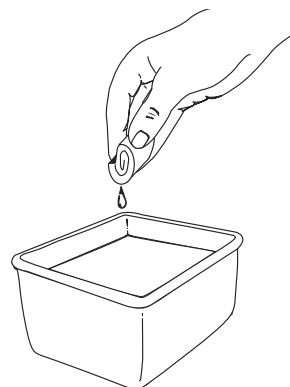

Fig. 57
3. Lave el filtro con agua y detergente (Fig. 57). Enjuague bien el filtro y d'zelo secar.